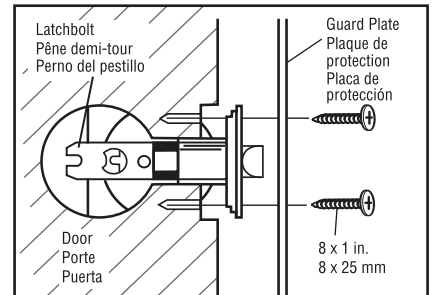

Fig. 3A
**Step 3: Option A.** For new door installation or added security where the door is undamaged and the wood around the latchbolt is solid, slip guardplate over the latchbolt and install combination thread no. 8 x 1 in. screws through the guardplate, through the latch faceplate, and into the door (Fig. 3A).
**Étape 3: Option A.** Pour l'installation d'une nouvelle porte ou pour rehausser la sécurité d'une porte non endommagée et dont le bois est demeuré solide autour du pêne demi-tour, glissez une plaque de protection sur le pêne demi-tour et insérez des vis à filetage combiné n° 8 de 1 po à travers la plaque de protection et la têtère du verrou, puis dans la porte (Fig. 3A).
**Paso 3: Opción A.** Para la instalación de una puerta nueva o para añadir seguridad donde la puerta no está dañada y la madera alrededor del perno del pestillo está sólida, deslice la placa de protección sobre el perno del pestillo e instale tornillos de combinación roscados No. 8 x 1" a través de la placa de protección y la placa frontal del pestillo, hasta llegar a la puerta (Fig. 3A).